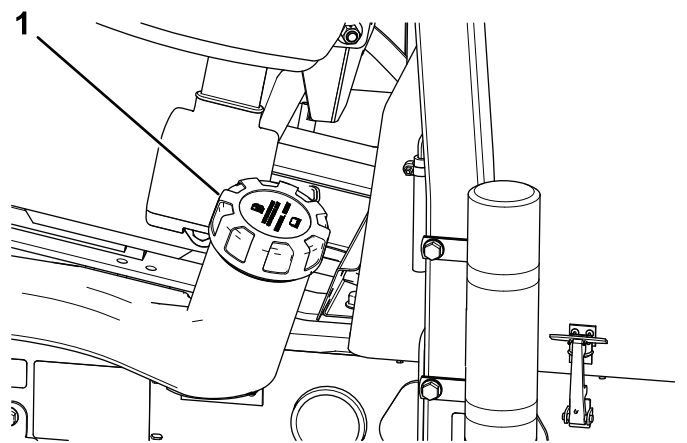

Figure 39
1. Nettoyez la surface autour du bouchon du réservoir de carburant (Figure 39).